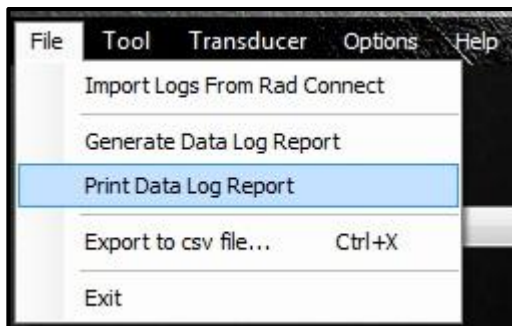

图 5.6-1:打印数据记录按钮
2. 在“File”下拉菜单中，点击“Print Data Log Report”（图5.6-1）